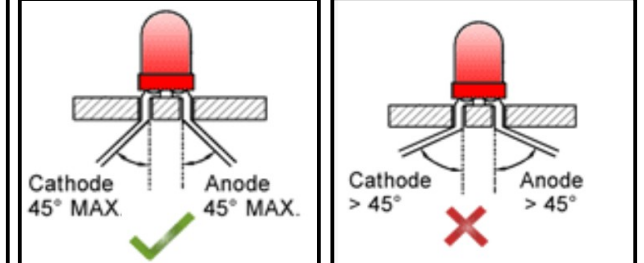

Figure 2
- **Etape 2** : Respecter l'écartement des pattes qui ne doit pas être trop important comme le montre la figure 2.